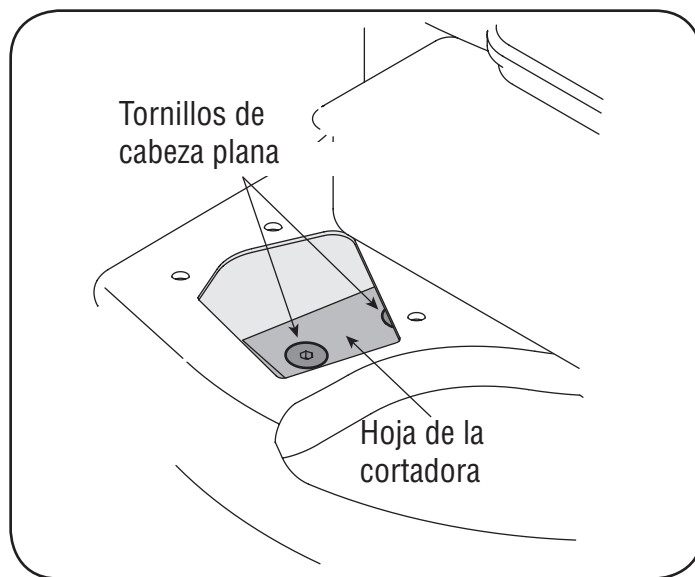

Figura 22
- Mediante una llave Allen de 3/16", retire los tornillos de cabeza plana que sujetan la hoja de la cortadora al motor. Dichos tornillos son accesibles a través de la abertura que se creó cuando retiró el canal de la cortadora anteriormente. Vea la figura 22.